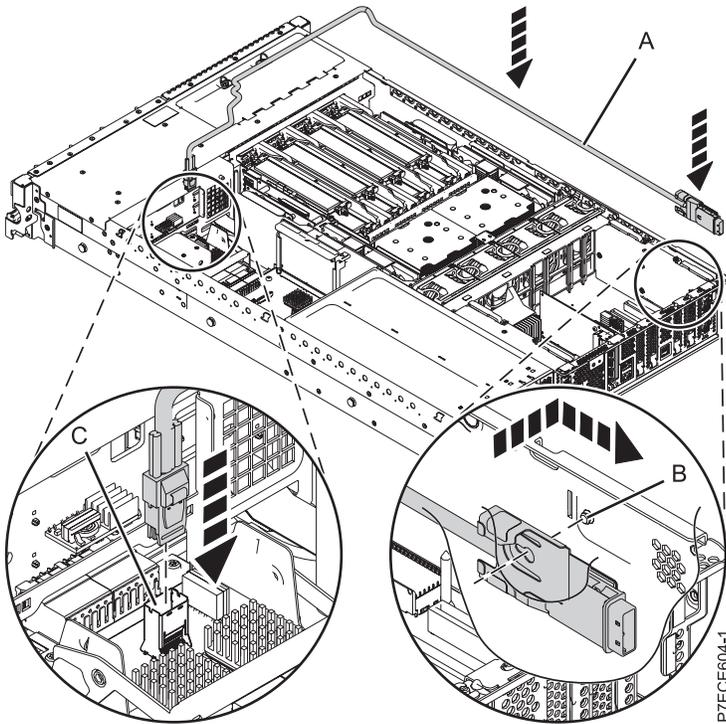

Figure 43. Remise en place du câble SAS
- 1) Enfoncez le mini-connecteur SAS du câble SAS dans le port de connexion SAS interne (C) de l'interposeur de stockage jusqu'à ce qu'il soit enclenché. Voir figure 43, à la page 58.
- 2) Faites passer le câble (A) devant le compartiment de la carte d'extension, puis le long du canal sur la face latérale jusqu'à ce que le connecteur du port SAS soit près de l'ouverture située à l'arrière du châssis.
- 3) Alignez et guidez l'emplacement du support du connecteur de port SAS (B) au-dessus du tenon dans le châssis, puis faites glisser le connecteur de port SAS dans l'ouverture située à l'arrière du châssis jusqu'à ce que la patte du support soit en place.